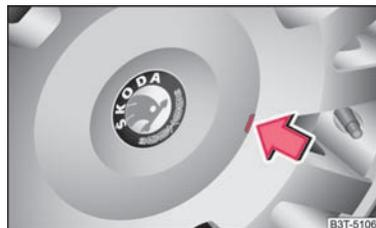

Abb. 200 Abziehen der Radzierkappe bei Leichtmetallrädern
- Demontieren Sie vorsichtig die Radzierkappe mit Hilfe des Drahtbügels ⇒ Abb. 200.